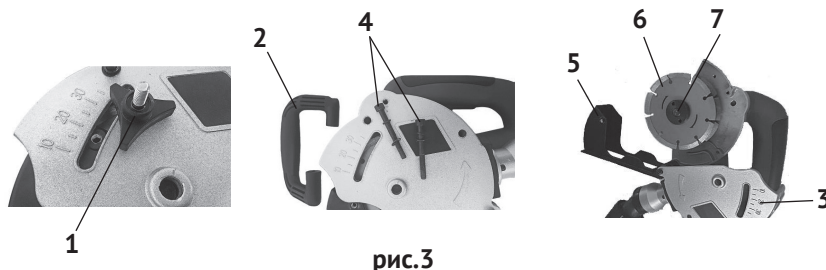

рис.3
2.2.1 Установка (замена) рабочих дисков (см. рис.3):
- открутить винт фиксации глубины реза (рис.3 поз.1);
- открутив винты крепления (рис.3 поз.4), отвести в сторону переднюю рукоятку (рис.3 поз.2), кожух (рис.3 поз.3) и подошву (рис.3 поз.5);
- специальным ключом, из комплекта поставки, открутить прижимной фланец (рис.3 поз.7) и снять со шпинделя рабочие диски (при замене) и промежуточные шайбы (5 шайб);